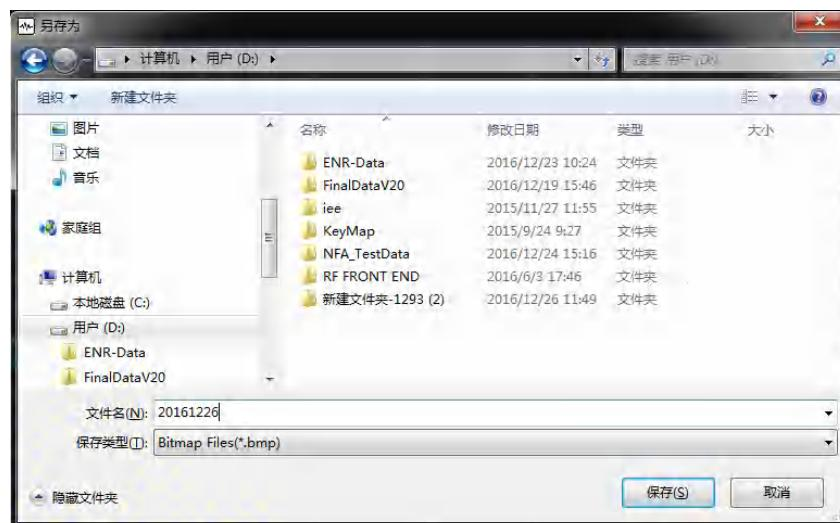

图3.20 保存屏幕图像
- 步骤1. 按【保存…】键，仪器显示如下“另存为”文件操作对话框，如图3.20所示。